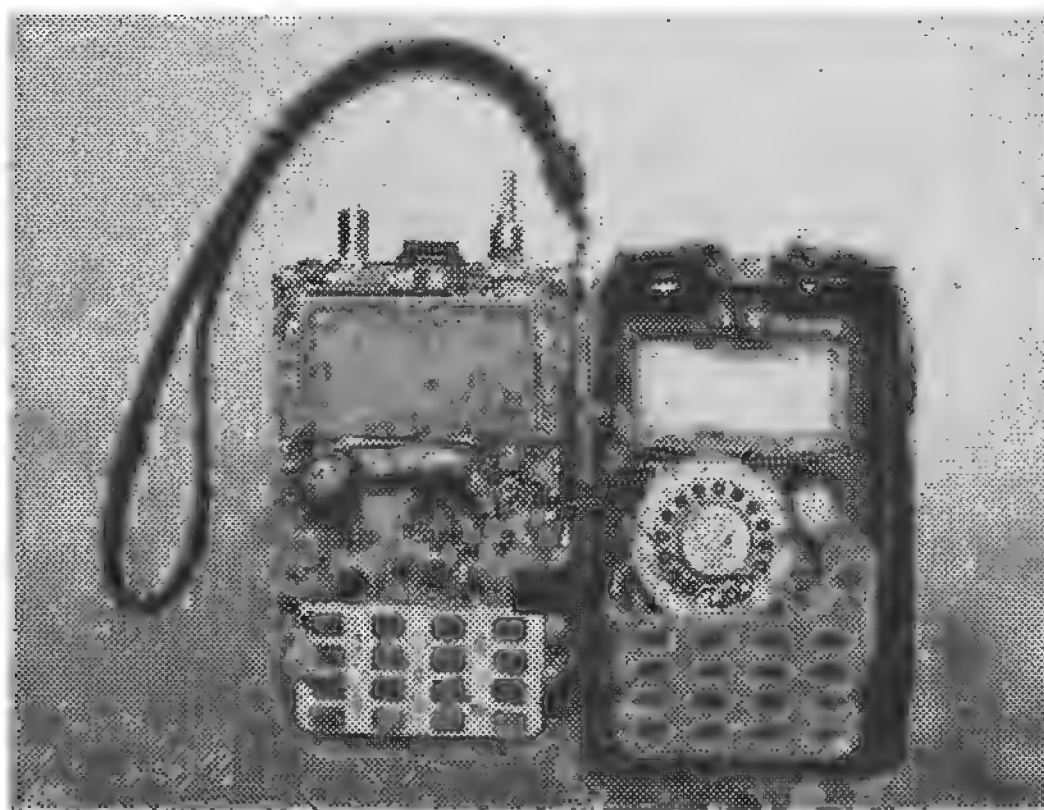

Рис. 6.12 Вид разъединенных корпуса и платы трансивера
7. Осторожно вытащите плату радиостанции из корпуса. Это надо сделать без резких движений, потому что провода, идущие к динамику, очень короткие. Сначала отведите нижнюю часть платы от корпуса на 10 мм, а затем плавным движением вниз выведите гнездо антенны и ручки управления громкости и частотой из отверстий. Разложите плату и корпус станции как книгу (см. рис. 6.12).